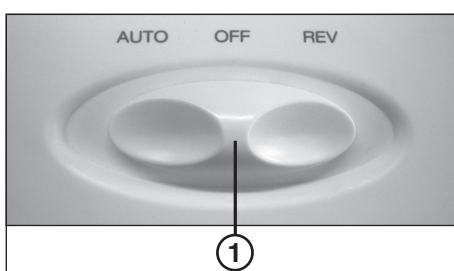

fig. 1
- Mettre le sélecteur de fonction (1) (figure 1) en position „OFF“.